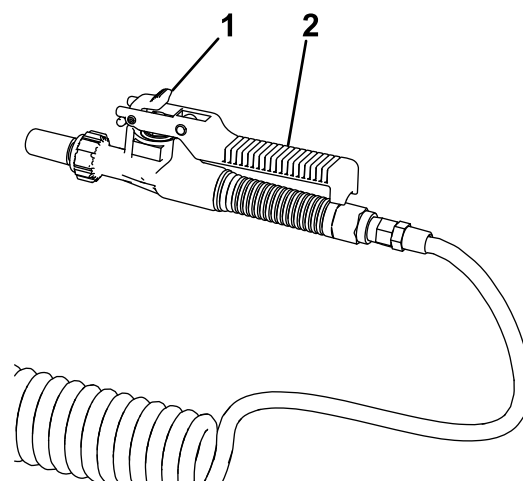

Figura 24
4. Apriete el gatillo de la pistola de pulverización para empezar a pulverizar (Figura 24).